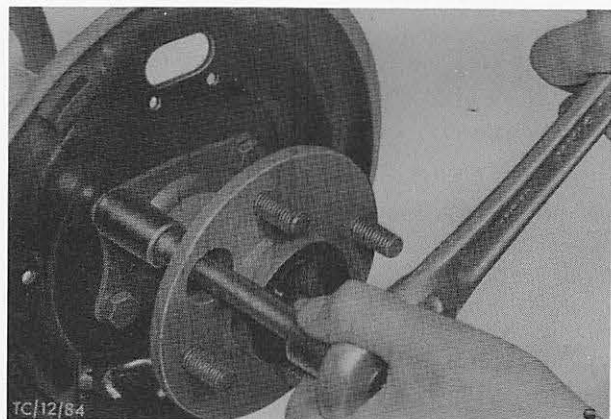

Abb. 60 Achswellen-Halteplatte und Bremsträger befestigen
7. Achswellen-Halteplatte und Bremsträger mit 4 Schrauben am Achsrohr befestigen. Schrauben mit vorgeschriebenem Drehmoment festziehen, Abb. 60.